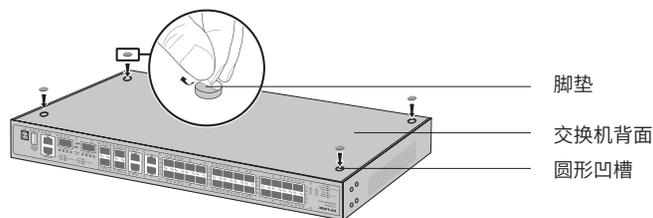

图2-1 桌面安装示意图
2. 逐个揭去4个脚垫的胶面保护纸，分别黏贴在位于机壳底部四角的圆形凹槽中，如图2-1所示。